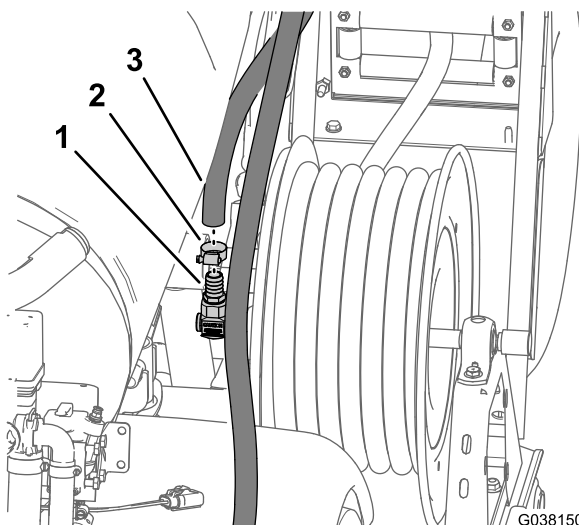

Figure 98
6. Branchez le flexible d'alimentation au raccord cannelé droit à l'entrée du dévidoir (Figure 98), et fixez le flexible avec un collier (13 à 32 mm).